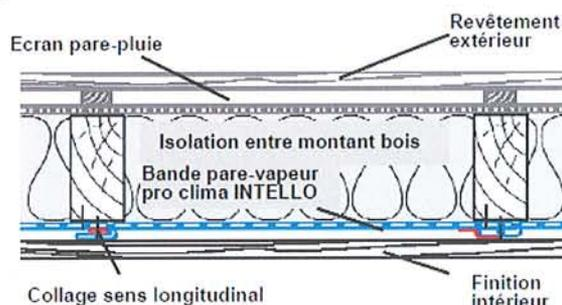

Figure 3 : Collage des lés en cas de pose longitudinale
4.2.2 Mise en œuvre de la membrane posée dans le sens transversal de la structure porteuse (fig.3 et fig. A.16)
INTELLO ou INTELLO PLUS est déroulée verticalement et fixée sur les montants. Lors de la pose, prévoir un dépassement de 5 à 8 cm du lé en périphérie pour permettre un raccord étanche à l'air aux éléments de construction adjacents (fig. 3). Le maintien sur les chevrons est réalisé par agrafage comme décrit au paragraphe 4.31.